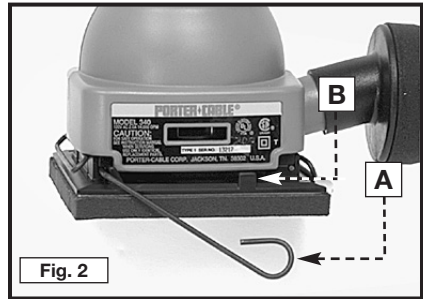

Fig. 2
1. Abra la abrazadera para el papel subiendo la palanca (A), Fig. 2, para soltarla de la lengüeta de fijación (B).